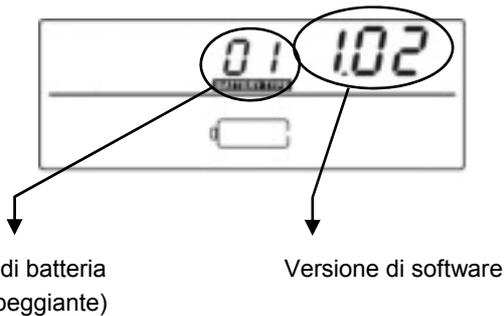

Figura 15: versione di software.
- La versione del software installato appare nella parte superiore destra del display (figura 15).